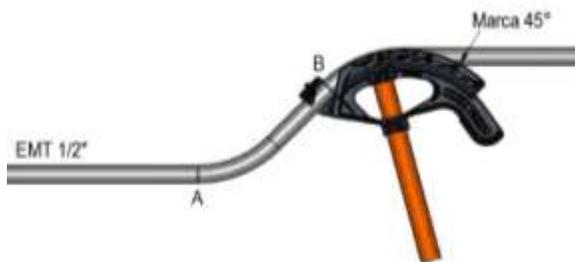

Figura 68. Dobles a 45° en la segunda marca
9. Como se puede apreciar a diferencia de la primera curva la segunda se realiza al aire, para ello asegúrese de que la empuñadura del mango esté bien afianzada al piso y esté reforzada por el pie de forma de evitar que deslice. Estando equilibrado, aplique fuerza sobre el tubo cerca del doblador y su cuerpo este controlando el tubo mientras lo dobla alrededor de la horma del doblador hasta alcanzar la marca de 45° tal como se ve en la figura 68.